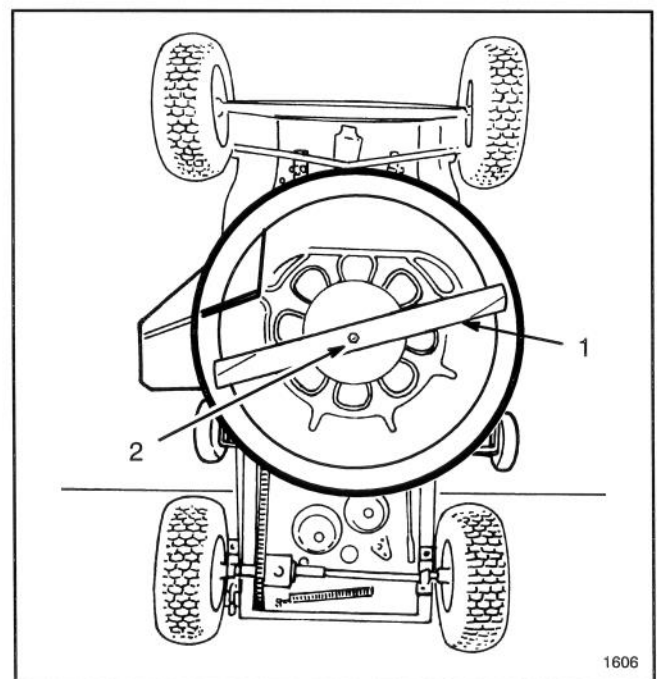

Abbildung 15
6. Das Ende des Messerbalkens mit umwickeltem Lappen oder mit einem schweren, wattierten Handschuh festhalten. Jetzt die Messerbalken-Befestigungsschraube, Unterlegscheibe und das Messer entfernen (Abb. 15).
9. Nacheinander Messer, Unterlegscheibe und Messerschraube wieder anbringen (Abb. 15). Die Messerschraube auf 45-60 ft-lb (61-81 Nm) anziehen.